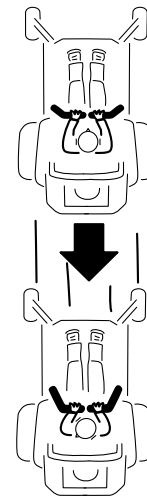

Bild 15
2. Zum Rückwärtsfahren sollten Sie nach hinten und auf den Boden schauen und die Fahrtriebshebel langsam nach hinten ziehen (Bild 15).
Wenden Sie denselben Druck auf beide Fahrtriebshebel an, um geradeaus zu fahren (Bild 15).